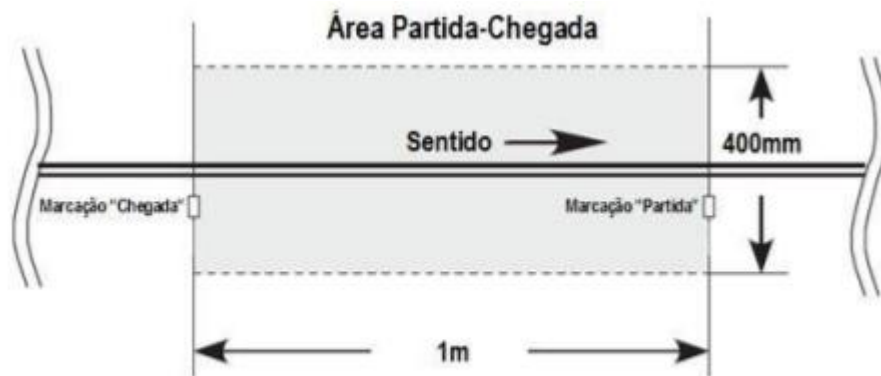

Figura 2
4.5 A área a qual se estende entre o ponto de partida e o ponto de chegada, considerando 200mm a direita da linha e 200mm a esquerda da linha é denominada "área de partidachegada" (vide figura 2).